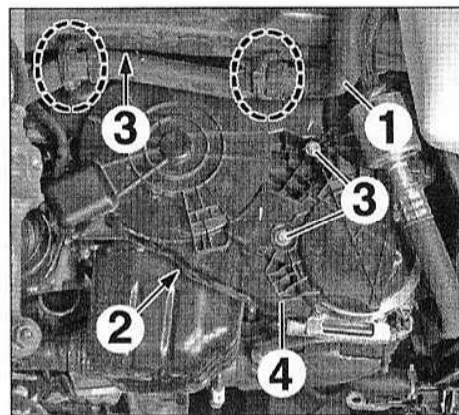

FIG.5
- Dégrafer la durit (1) (Fig.5).
- l'écrou (2),
- les vis (3),
- la protection (4).